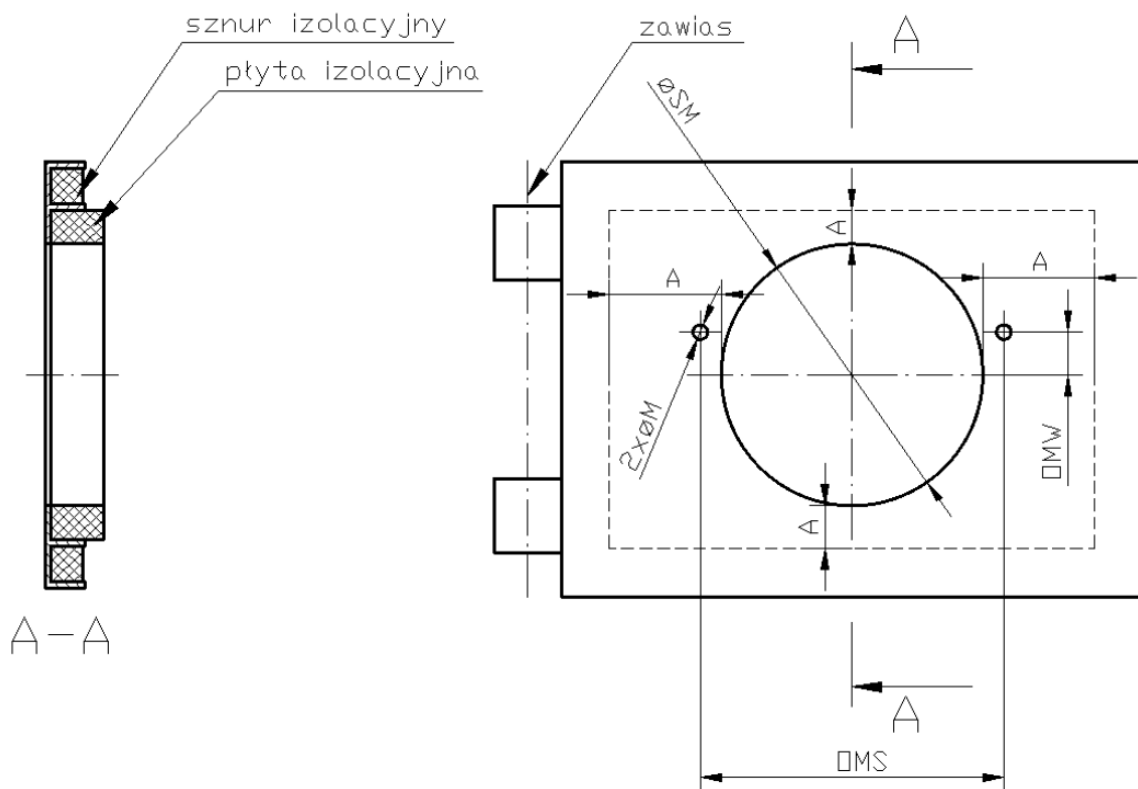

Рис. 3.Схема виконання монтажних отворів для пальників 15-70 kW, 20-100 kW.
2. Пальник повинен розміститись в котлі згідно схем (рис.3,4 ,5) і таблиці.